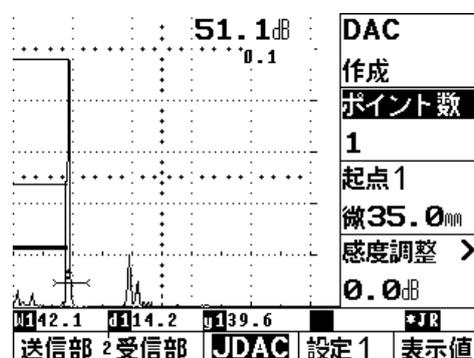

図6 250mmでのDAC作成
DAC初期画面では、DACの下は“オフ”になっているので、DAC表示の横の  キーを押し、右ダイヤルを回して、表示を“作成”にする。(図6参照)
- ⑦STB-A2 φ4×4の0.5Sの最大エコーを検出し、エコー高さを 80%~100%に調整する。
- ⑧起点1の右横の  キーを押し、0.5Sのエコーにゲート1を掛け、 キーを押すと0.5Sまでの区分線が描かれる。(図6参照) このときのゲイン値が基準感度である。メモしておくこと。
- ⑨順次1.0S、1.5Sからの最大エコーを検出し、それぞれのエコーにゲート1を掛け、 キーを押すと、順次、区分線が描かれる。